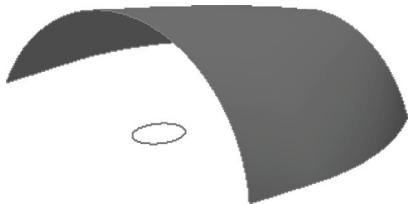

图 10-5 打开模型文件
STEP 01 单击快速访问工具栏中的“打开”按钮,打开模型文件,如图 10-5 所示。